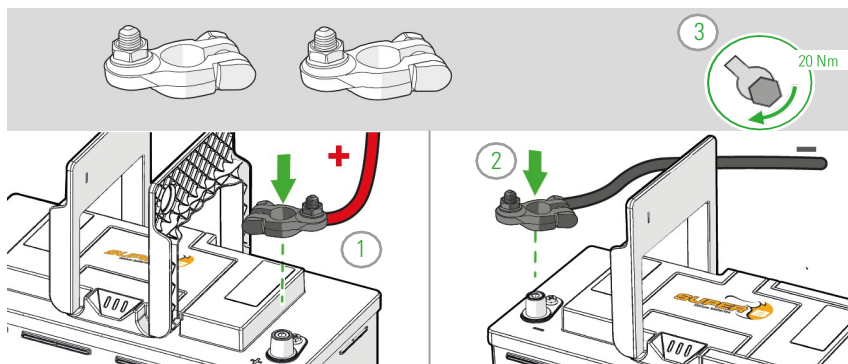

Abbildung 12 Anschluss der Stromkabel mit Fahrzeugklemmen
5. Bringen Sie die Griffe über den Klemmen an (Abbildung 12).
4. Bringen Sie die Schutzgriffe über den Klemmen an (Abbildung 12).